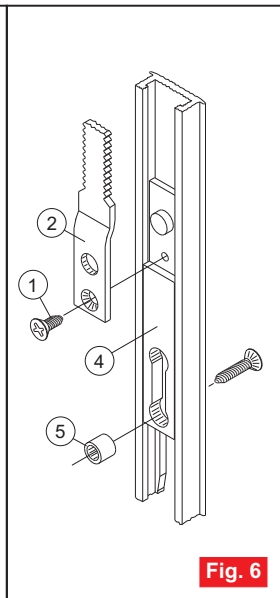
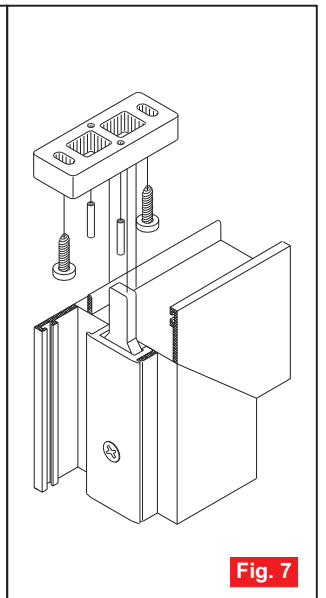

Fig. 6
Fig. 7
- Ensamblar la varilla dentada (2) a la correspondiente espiga $\varnothing 8$ en la cámara de control (4) asegurándola con el tornillo adecuado (1) **Fig.6**.
- Insérer los dos casquillos (5) en sus posiciones en las cámaras de control (4) en correspondencia con el hoyo en forma de V **Fig.6**.
- Fijar los cerraderos posterior utilizando los dos ojetes y sus respectivos tornillos de cabeza cilíndrica para efectuar la regulación en horizontal; después, definida la posición exacta, bloquear definitivamente con los tornillos de cabeza gota asegurándose de que los dos tornillos (6) en correspondencia con las cámaras de control contengan los respectivos casquillos (5).
- Posicionar el elemento de apoyo superior en zamak sobre la vigueta transversal superior del armazón utilizando los dos ojetes para la regulación y las dos clavijas elásticas $\varnothing 2.5$ para la fijación definitiva **Fig.7**.